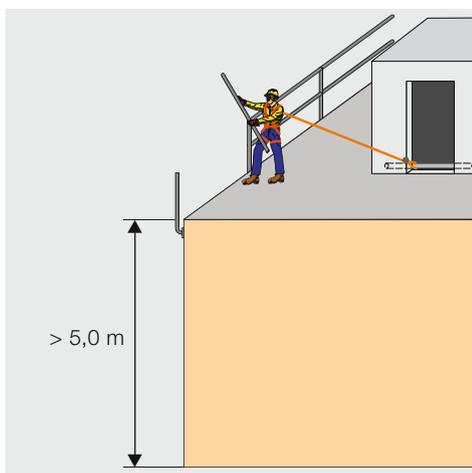

Figura 11
- protezione laterale attorno al perimetro del tetto (la figura 11 mostra il montaggio di un parapetto)